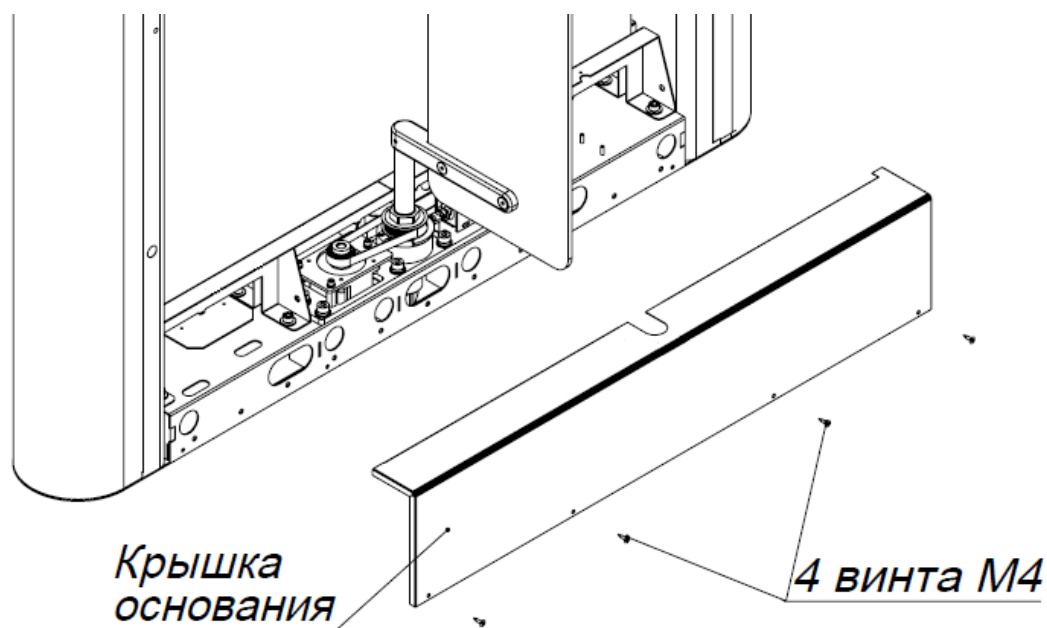

Рис. 5. Схема к установке модуля турникета
4.2.7. Установите стойки модулей турникета на подготовленную площадку. Открутите 8 винтов М4 и снимите крышку основания (рис. 5).